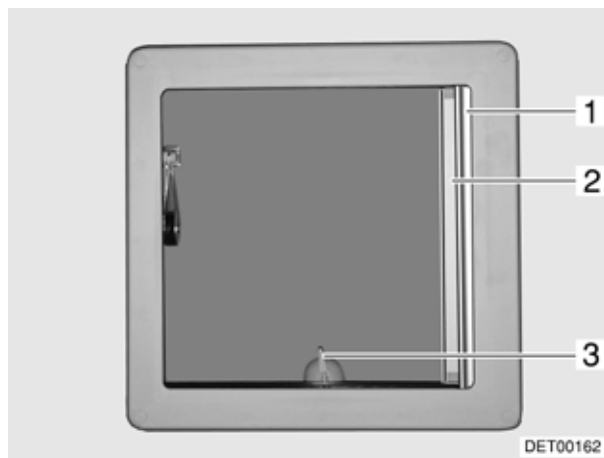

Fig. 55 Oblò inclinabile
- Per posizionare l'oblò inclinabile girare la leva (Fig. 55,3) in senso antiorario di un quarto di giro e spingere l'oblò inclinabile verso l'alto.
- Girare la leva (Fig. 55,3) in senso orario di un quarto di giro.
- Tirare la tendina oscurante pieghevole (Fig. 55,1) in direzione della freccia fino alla posizione desiderata e rilasciare. La tendina oscurante pieghevole rimane in questa posizione.
- Tirare la zanzariera a rullo (Fig. 55,2) nella direzione della freccia fino a quando non scatta il bloccaggio dalla parte opposta.